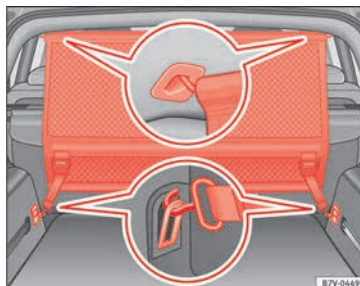

Fig. 168 En el maletero: montar la red de separación detrás de la segunda fila de asientos.
- Enganche la red de separación en el soporte izquierdo trasero del techo » **fig. 168**.
- Sujete los dos ganchos de la red de separación en las cintas delanteras del maletero » **fig. 168** y tense los cinturones.
- Enganche la red de separación en el soporte izquierdo delantero del techo » **fig. 168**. Asegúrese para ello de guiar la varilla desde la parte superior hacia abajo.
- Suelte los ganchos de la red de separación de las argollas » **fig. 168**.
- Desenganche la red de separación del soporte derecho del techo » **fig. 168** presionando la varilla.